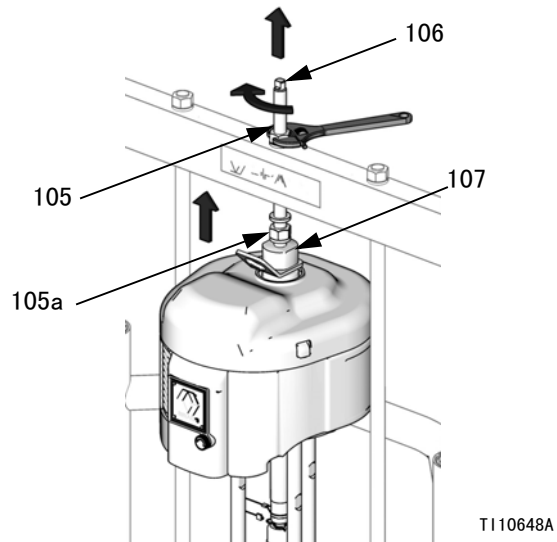

图 20
- a. 用于配有 55 加仑压盘的 NXT 2200-6500。用扳手转动立柱横杠顶部的螺母（105），将空气马达降到活塞泵上。请参见图 20（第 24 页）。提起螺母（105），将其拧在立柱横杠下面。在横杠下面，用最大 25 英尺磅（34 牛·米）的扭力拧紧螺母（105）。